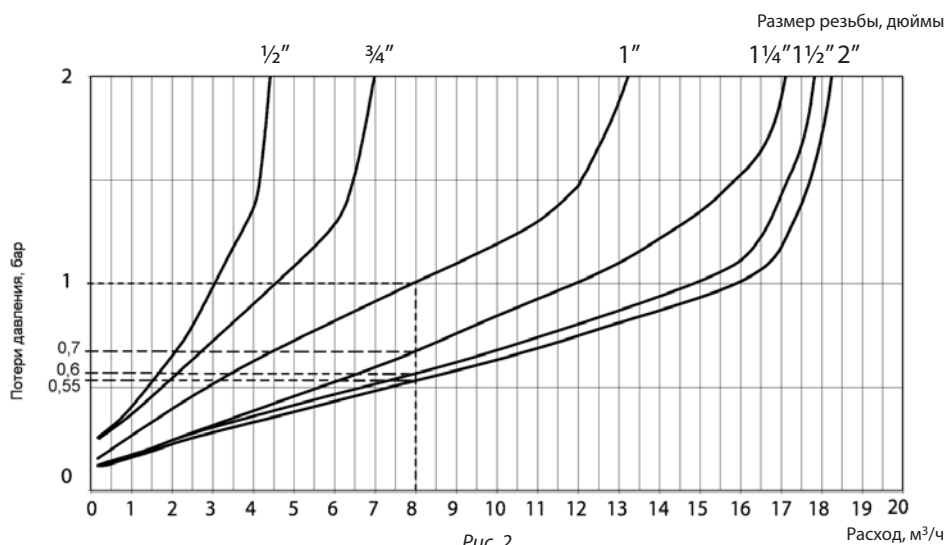

Рис. 2
- 2) выбрать условный проход клапана редукционного 11BIS (рис. 2).
Падение давления в каждом случае зависит от условного прохода клапана и расхода среды через клапан и может быть определено по диаграмме на рис. 2;
1. Проверка применения по давлению до клапана и требуемому давлению после клапана (рис. 2)
Рабочая точка, соответствующая указанным давлениям, лежит внутри области применения (рис. 2).